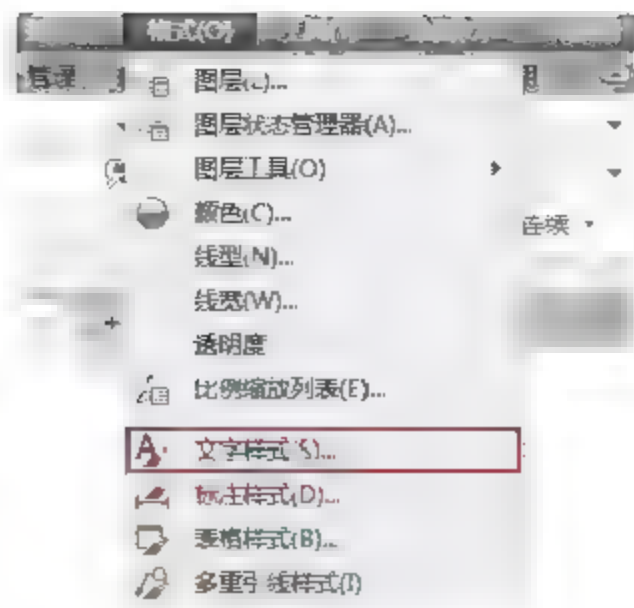

图6-3 选择命令
- 菜单栏:选择菜单【格式】|【文字样式】命令,如图6-3所示。